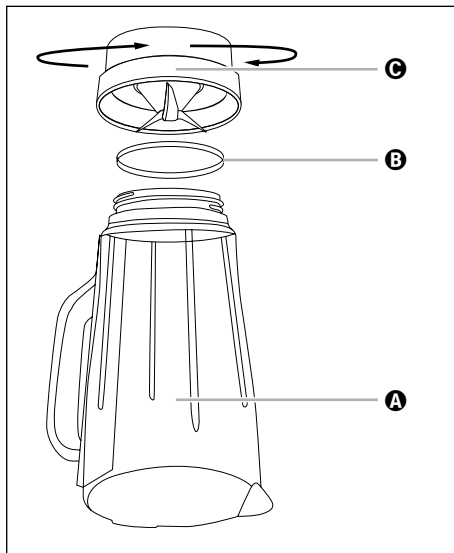

Fig. 4
- 2) Renversez l'appareil et tournez la pièce en plastique ③ du bol mixeur ③ dans le sens anti-horaire afin qu'elle se détache de la pièce en verre ① du bol mixeur ③ (voir fig. 4).
- 4) Si besoin, vous pouvez détacher prudemment la bague d'étanchéité ② de la pièce en plastique ③. Nettoyez-la avec de l'eau additionnée d'un produit à vaisselle doux et rincez-la à l'eau claire.